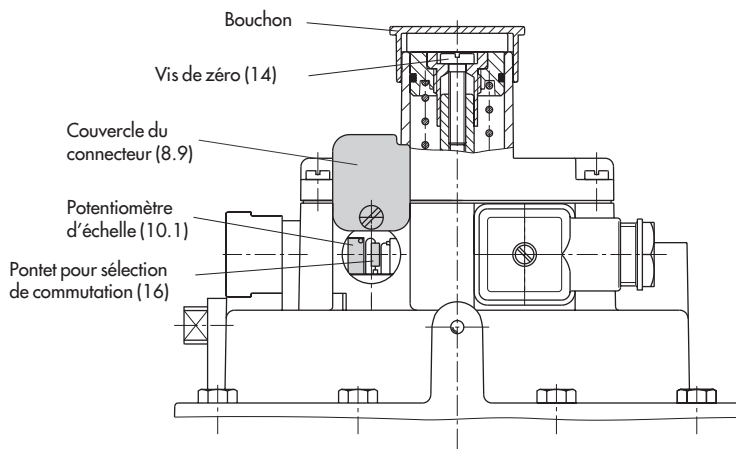

Fig. 7 · Servomoteur type 3372-032x/034x « Tige entre par ressorts »
3.2 Réglage sur servomoteur « Tige entre par ressorts » type 3372-032x/034x (fig. 7)